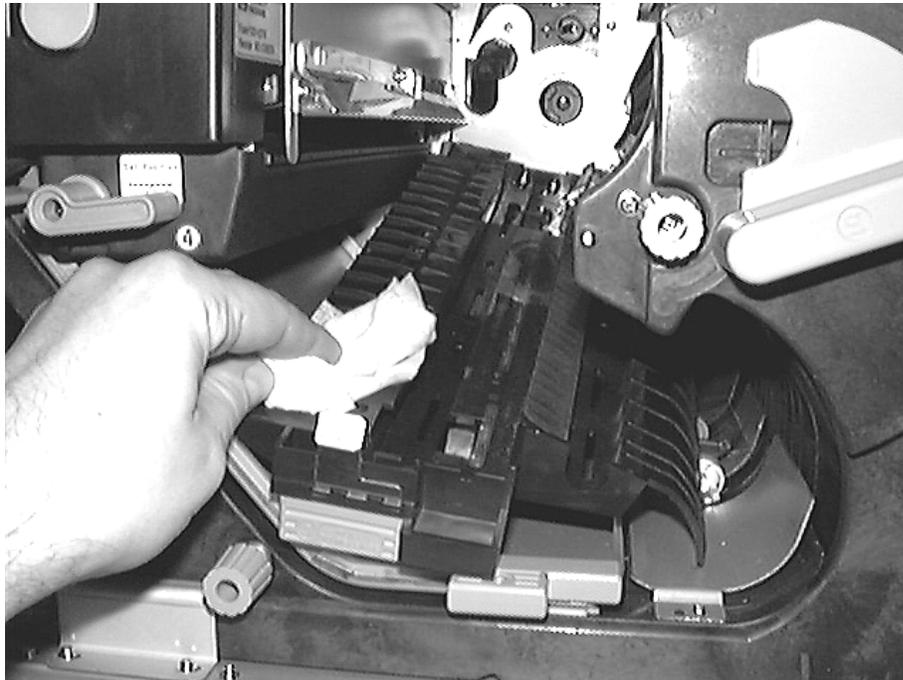

*Figure 5-8 Nettoyage de l'unité de transfert*
4. Utilisez la brosse soufflante fournie, rangée dans une pochette à l'intérieur de la porte avant, pour nettoyer le câble de l'unité de transfert (reportez-vous à la Figure 5-8.) Agitez la brosse d'avant en arrière sur le câble tout en pressant rapidement la pore en caoutchouc. La brosse souffle ainsi de l'air qui aide à chasser les particules d'encre et les poussières de papier. Retournez l'unité de transfert de manière à nettoyer de la même façon l'autre face. Mettez de côté l'unité de transfert dans un endroit sûr.